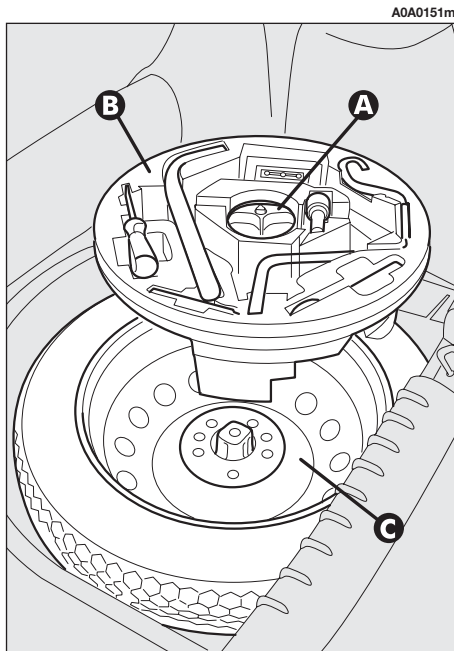

fig. 3
- Mediante la maniglia (A) rimuovere il preformato di rivestimento rigido (B).
- Svitare il dispositivo di bloccaggio (A-fig. 3).
- Prelevare il contenitore attrezzi (B) e portarlo vicino alla ruota da sostituire.
- Prelevare il ruotino di scorta (C).
— sistemare il contenitore completo di attrezzi sul ruotino e fissare il tutto con il dispositivo di bloccaggio (**A-fig. 3**)